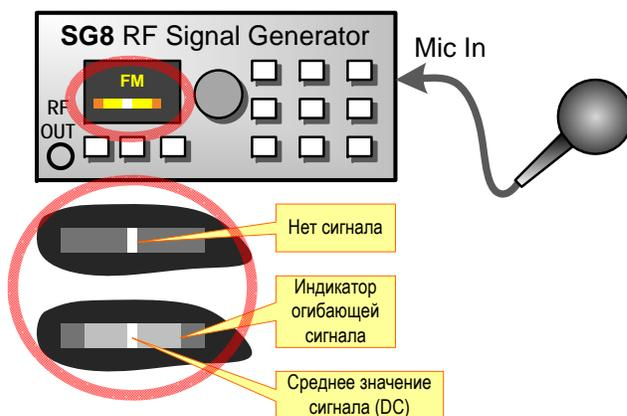

Рис. 11: Тест входа Mic In
1. Соедините приборы, как показано на рис. 11.
4. Скажите что-нибудь в микрофон, при этом графический индикатор покажет уровень модулирующего сигнала. Индикатор представляет полный диапазон АЦП. Если он показывает уровень, сравнимый с полным размахом, (см. рис. 11), тест пройден успешно.